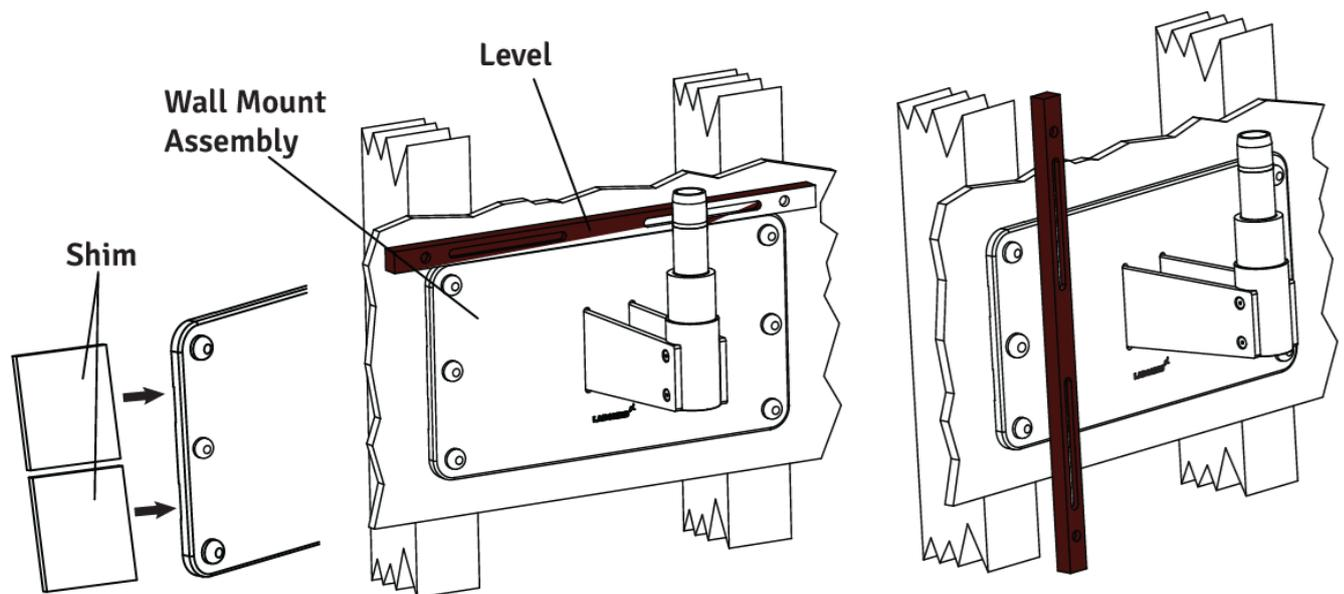

Fig. 22
2. Placez un niveau sur le dessus de la plaque arrière pour vérifier le nivellement horizontal. Voir la figure 22.
5. Placez un niveau verticalement le long de la face du support mural, des deux côtés, pour vous assurer qu'il est perpendiculaire au sol. Voir la figure 22.
6. Si le support mural n'est pas perpendiculaire, insérez une cale entre le support mural et le mur à côté des tire-fonds. Reportez-vous à la figure 22. Vérifiez avec le niveau et serrez les tire-fonds une fois que le support est de niveau.